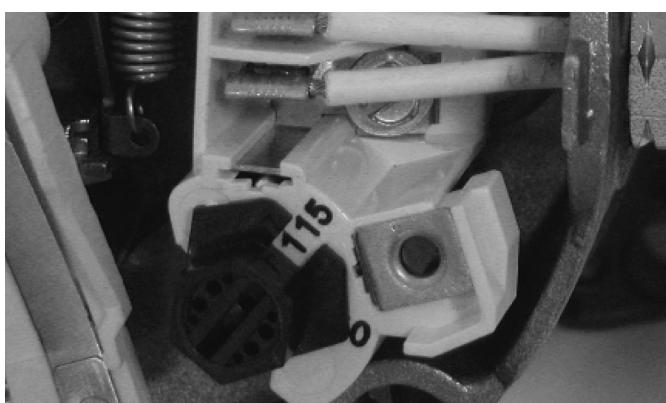

Figura 9: Voltaje configurado a 115 voltios, tipo enchufe
El enchufe ahora cubrirá 2 pestañas de metal y la flecha en el enchufe se alinearán con la flecha de 115 V en la etiqueta (ver Figura 9).
1. Conecte primero el cable a tierra (Figura 9). El cable a tierra debe ser un cable de cobre sólido al menos tan grande como los cables de alimentación.
4. Conecte los cables de alimentación al interruptor de presión como se muestra en la Figura 9.